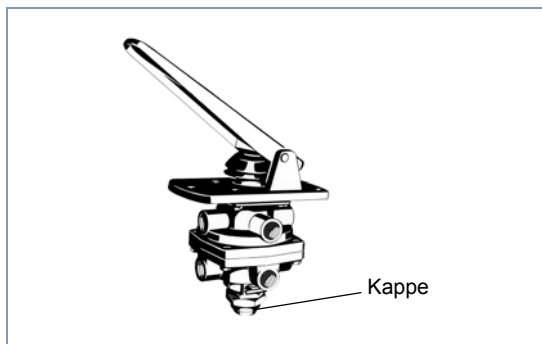

Abb. 8 Position der Kappe am Gerät
- Genauen Druck an der Kappe einstellen (siehe Abb. 8).